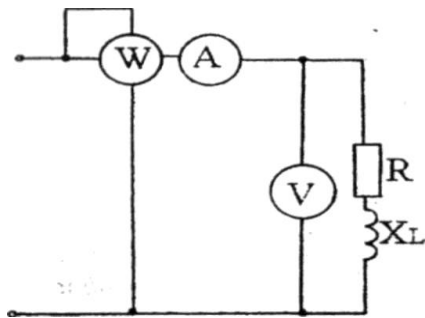

Рисунок 24 – Электрическая схема
**Задача 2.1** На рис. 24 в однофазную электрическую сеть переменного синусоидального тока включены реальная катушка индуктивности, обладающая активным и индуктивным сопротивлениями, вольтметр —  $V$ , амперметр -  $A$  и ваттметр -  $W$ , измеряющие соответственно напряжение  $U$ , подведенное к катушке, ее ток  $I$  и активную мощность  $P$ .